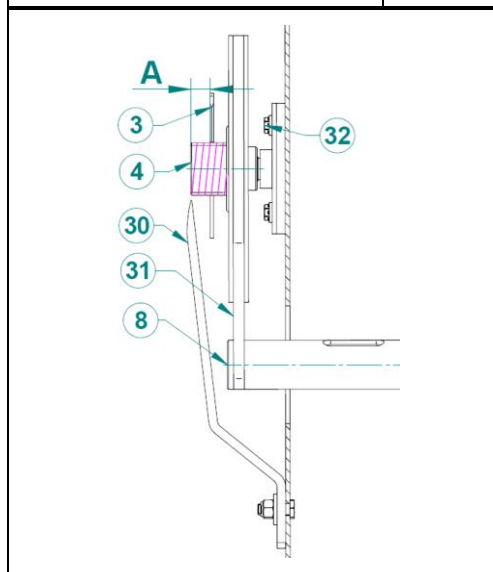

Рис. 81. Регулировка плотности обмотки рулона сеткой.
Количество обмоток рулонов сеткой зависит от положения рычага управления (3) на раме (4) (Рис. 81). Регулировка осуществляется с помощью винта с контргайкой, который устанавливает положение рычага управления по отношению к корпусу. Зависимость количества обмоток рулонов сеткой от положения рычага управления на раме приведена в Таблица 1: